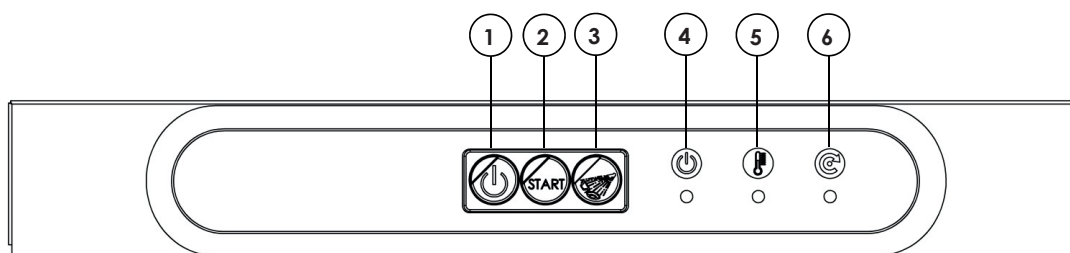
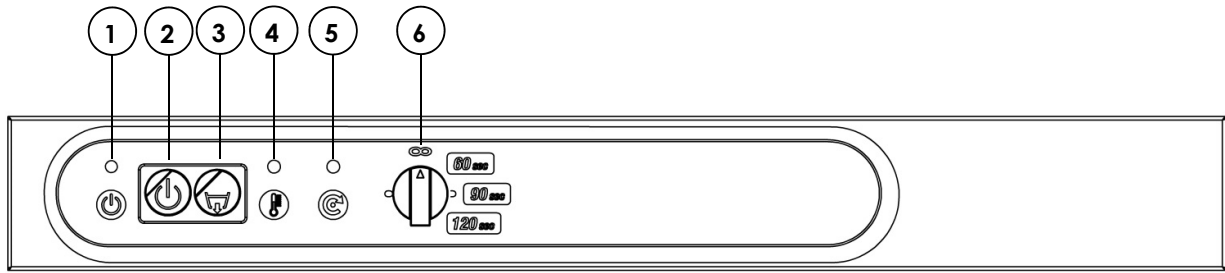

Abb. 14a
Abb. 14c
5. Wenn die Geschirrspülmaschine ist mit der Spülzeitauswahl ausgerüstet, wählen Sie durch den SPÜLZEITDREHKNOPF		<p>Vor Beginn des Spülganges die gewünschte Spülzeit mit dem SPÜLZEITDREHKNOPF (6) wählen.</p> <p>Posit. 1 45 sec. Spülen 15 sec. Nachspülen Totaldauer 60 sec.</p> <p>Posit. 2 75 sec. Spülen 15 sec. Nachspülen Totaldauer 90 sec.</p> <p>Posit. 3 105 sec. Spülen 15 sec. Nachspülen Totaldauer 120 sec.</p> <p>Posit. O: Position O ist eine Sonderposition, mit der die laufende Funktion der Spülmaschine BLOCKIERT wird:</p> <ul style="list-style-type: none"> - wenn die Spülmaschine läuft das Spülen endlos weiter; - wenn die Spülmaschine nachspült, läuft das Nachspülen endlos weiter; - wenn die Spülmaschine stillsteht, schaltet sie sich nicht durch Öffnen und Schließen der Haube ein.
6. Spülen	<p>Die Türe/Haube öffnen und den Korb mit dem Geschirr in die Geschirrspülmaschine geben (dabei sicherstellen, dass die Geschirrstellung gemäß den Anweisungen vom Abschn. Versichern Sie sich, dass die Geschirrstellung gemäß den Anweisungen vom Abschn. 3.4 – ZWEITER TEIL) ist, die Tür zumachen und den ZYKLUSSTARTKNOPF (2) drücken, um die Spülphase zu starten: die KONTROLLEUCHE SPÜLPROGRAMM (6) leuchtet.</p> <p>Das Zyklus endet, wenn die KONTROLLEUCHE SPUELPROGRAMM (6) schaltet sich aus.</p>	<p>Die Haube anheben/die Türe öffnen und den Korb mit dem Geschirr hineingeben (dabei sicherstellen, dass die Geschirrstellung gemäß den Anweisungen vom Abschn. 3.4 - ZWEITER TEIL eingehalten werden), die Haube absenken und den Griff Nach unten drücken:</p> <p>Die KONTROLLEUCHE SPUELPROGRAMM (5) schaltet sich ein.</p> <p>Das Nach- und Spülzyklus beginnt automatisch.</p> <p>Das Zyklus endet, wenn die KONTROLLEUCHE SPUELPROGRAMM (5) schaltet sich aus.</p>
7. Zusätzliche Nachspülung	<p>Wenn die Geschirrspülmaschine ist mit dem manuellen Spülen ausgerüstet (Bild 14a), und wenn Sie noch ein zusätzliches Spülen machen wollen, halten Sie den MANUELLEN SPÜLKNOPF (3) gedrückt, solange das Spülen dauern muss.</p>
1. Den Geschirrspüler mit der EINSCHALTASTE ausschalten (siehe Abs. 1, Abb. 14a, 14b oder 2 Abb. 14c)